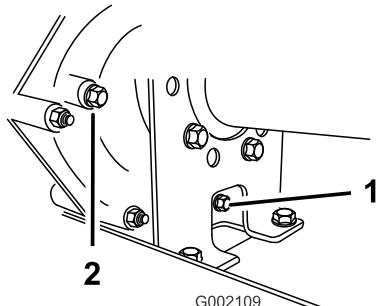

图 56
2. 用抹布清洁加注塞和排油塞周围的区域图 56。
4. 逆时针旋转加注塞然后将其取出 (图 56)。
5. 逆时针旋转排放塞然后将其取出 (图 56)。
6. 将排放塞和垫片安装到变速箱的排放塞孔中并拧紧图 56。
7. 通过加注塞孔向油箱图 57 注入约 1.4L 指定液体或直到变速箱中的液位与螺纹底部齐平图 56。
8. 将加注塞和垫片安装到变速箱的加注塞孔中并拧紧图 56。
10. 检查液位如果液位低于加注塞孔的螺纹应添加更多液体图 56。